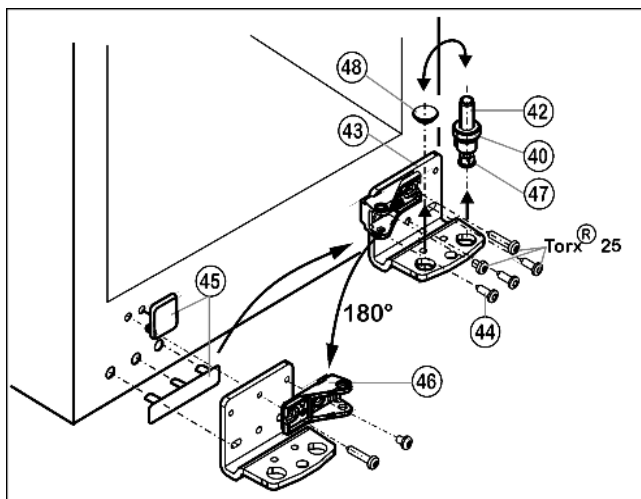

Fig. 9
- ▶ Извлеките опорный винт Fig. 9 (42) в комплекте с шайбой Fig. 9 (40) и регулируемой опорой Fig. 9 (47), вытягивая его вверх.
- ▶ Снимите пробку Fig. 9 (48).
- ▶ Открутите Fig. 9 (43) опорный кронштейн Fig. 9 (44).
- ▶ Осторожно снимите и переставьте на противоположную сторону крышки со стороны ручки Fig. 9 (45).
- ▶ Снова прикрутите нижний опорный кронштейн Fig. 9 (43) на новой стороне шарнира (с моментом 4 Нм). При необходимости используйте аккумуляторный шурупверт.
- ▶ Открутите опорную деталь Fig. 9 (46) и снова прикрутите внутри с поворотом на 180°, завинтив длинные винты в удлиненные отверстия.
- ▶ Переставьте пробку Fig. 9 (48) в свободное отверстие.
- ▶ Вновь установите опорный винт Fig. 9 (42) с шайбой и регулируемой опорой. При этом фиксатор должен быть направлен назад.
- ▶ Установите дверцу сверху на нижний опорный палец Fig. 9 (42).
- ▶ При необходимости выровняйте дверцы через продольные пазы в нижнем опорном кронштейне Fig. 9 (43) параллельно корпусу устройства. Для этого выкрутите средний винт.